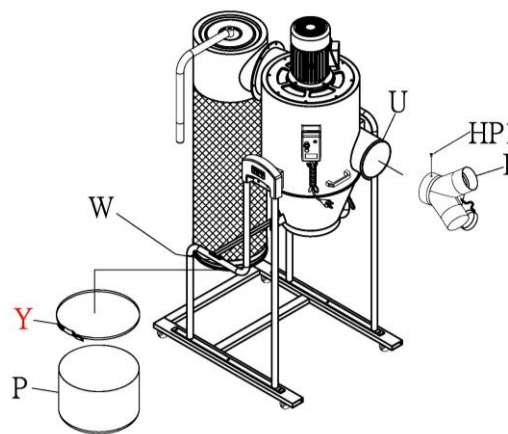

Figure 10
11. Appliquez le ruban en mousse (U) autour du port d'admission près du bord. Voir la Figure 10. Le ruban en mousse doit entourer complètement le port.
12. Installez l'adaptateur d'admission (I) sur le boîtier principal et sécurisez avec la vis à tête cylindrique (HP1).
13. Appliquez le ruban en mousse (W) juste au-dessus de la partie inférieure du filtre de la boîte. Le ruban en mousse doit entourer complètement le filtre de la boîte.
14. Installez le sac de collecte (P) sur le bas du filtre de la boîte et sécurisez avec le serrage en acier du bac (Y).